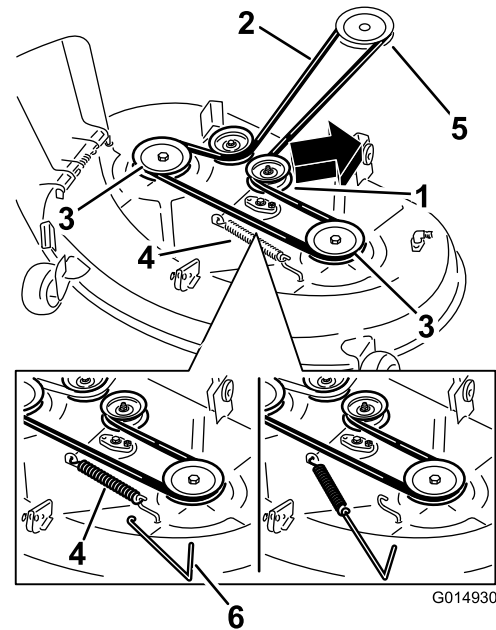
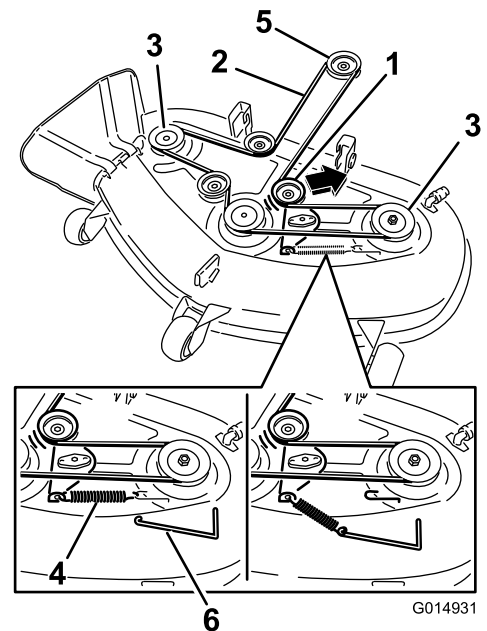

Bild 67
Bild 68
4. Entfernen Sie die Spannscheibenfeder mit einem Werkzeug zur Federentfernung (Toro Bestellnummer 92-5771) vom Mähwerkhaken, um die Spannung von der Spannscheibe zu nehmen, und rollen Sie den Riemen von den Spannscheiben (Bild 67 und Bild 68).
- Legen Sie den neuen Riemen um die Motor- und Mähwerkspansscheiben (Bild 68).
- Setzen Sie die Spansscheibenfeder mit einem Werkzeug zur Federentfernung (Toro Bestellnummer 92-5771) auf den Mähwerkhaken, um die Spansscheibe und den Mähwerkriemen zu spannen (Bild 67 und Bild 68).